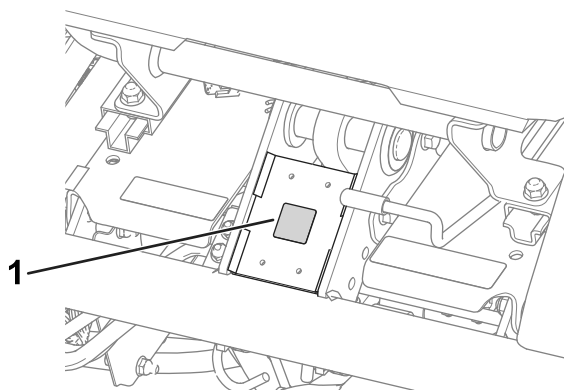

Figura 12
- Coloque o autocolante de conformidade CE debaixo da parte dianteira do banco (Figura 12).